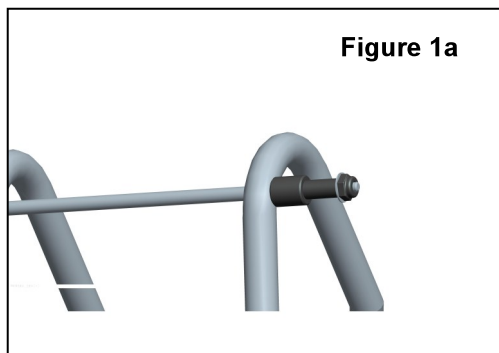

Figure 1a
2. Montez l'essieu des roues sur l'ensemble de support; placez l'entretoise sur l'essieu; insérer les roues sur l'essieu et fixer la rondelle et l'écrou de blocage sur l'essieu avec la clé fournie. (Figures 1a et 1b).